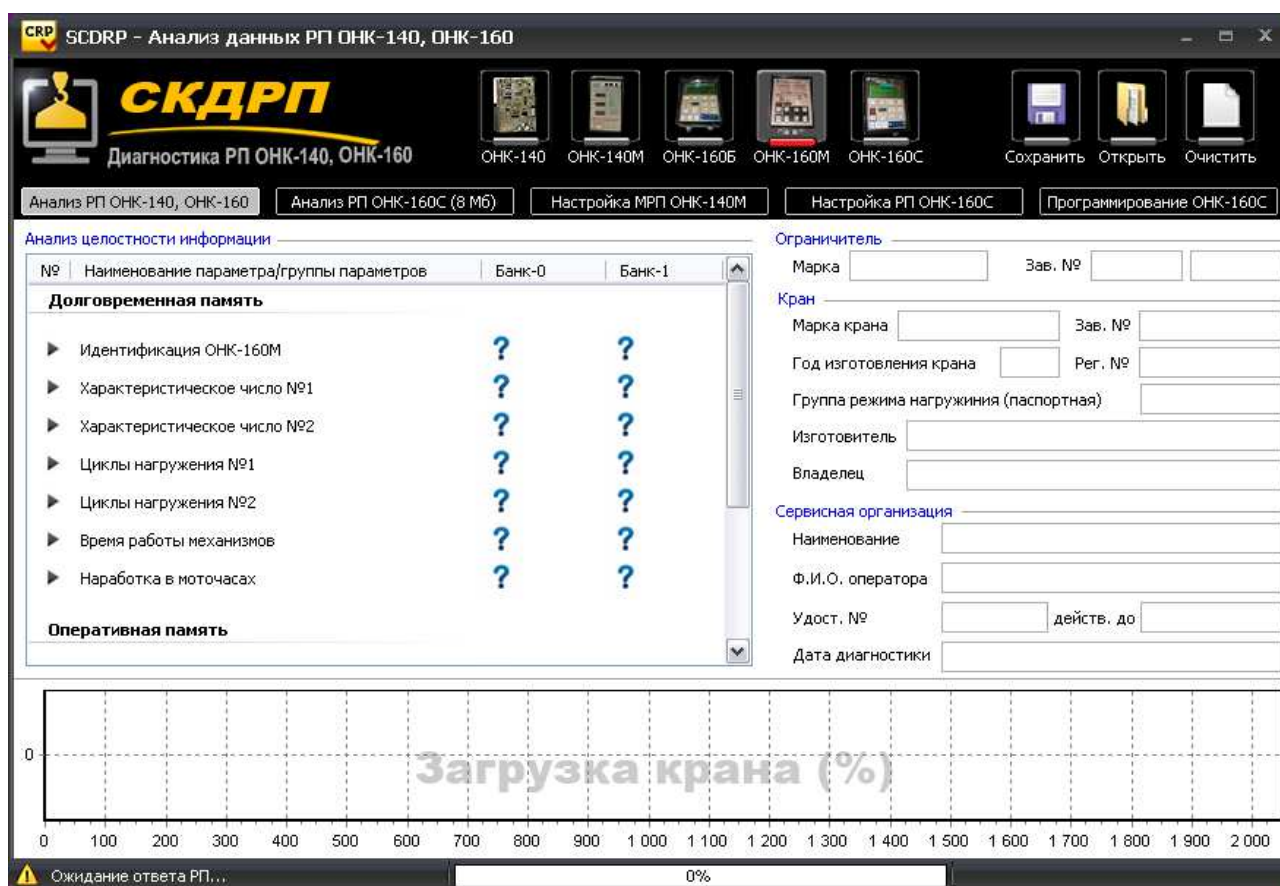

Рисунок 31. Считывание информации из РП ОНК-160М.
5. Нажать кнопку считывание информации с РП ОНК-160М – ОНК-160М. Таблица анализа целостности информации заполнится наименованиями блоков. В строке состояния появится сообщение «Ожидание ответа РП...» (Рисунок 31).